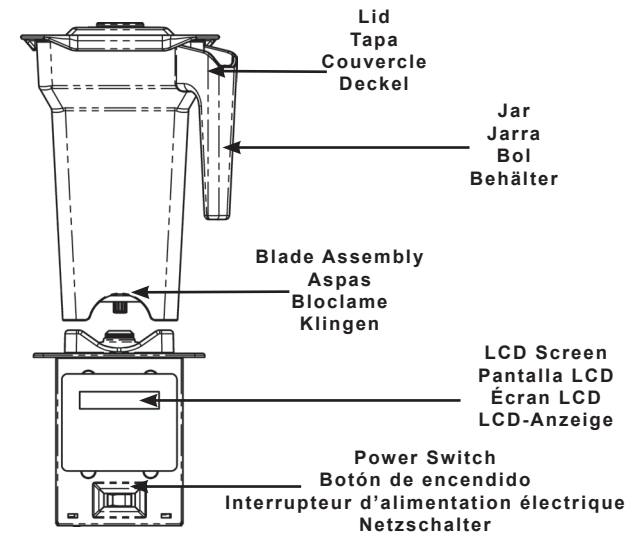

FIGURE 1.2 - TOP VIEW: MOTOR
1. Den Antriebssockel des Mixers (siehe Abbildung 1.2) mit einem starken Reinigungsmittel wie 409® oder Simple Green® befüllen. NICHT ZUVIEL REINIGUNGSMITTEL EINFÜLLEN. 5 Minuten stehen lassen.
Für den Antriebssockel (siehe Abb. 1.2) wird eine Garantie über die gesamte Lebensdauer des Mixers hinweg gewährt.